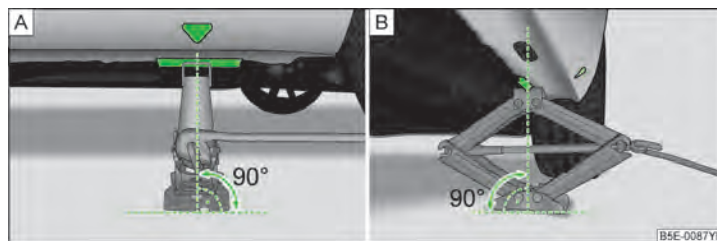

图 186 安放汽车千斤顶
- 安放汽车千斤顶，使卡爪包住棱边» 图 186。
- 将汽车千斤顶底座的整个底面都铺在平坦的地面上，并确保汽车千斤顶与卡爪抱住棱边之处垂直» 图 186。